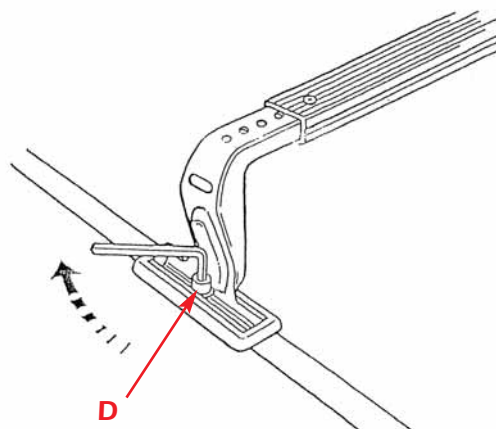

Fig.5
- ① Serrare bene la brugola **D** sul tetto come da fig.5.